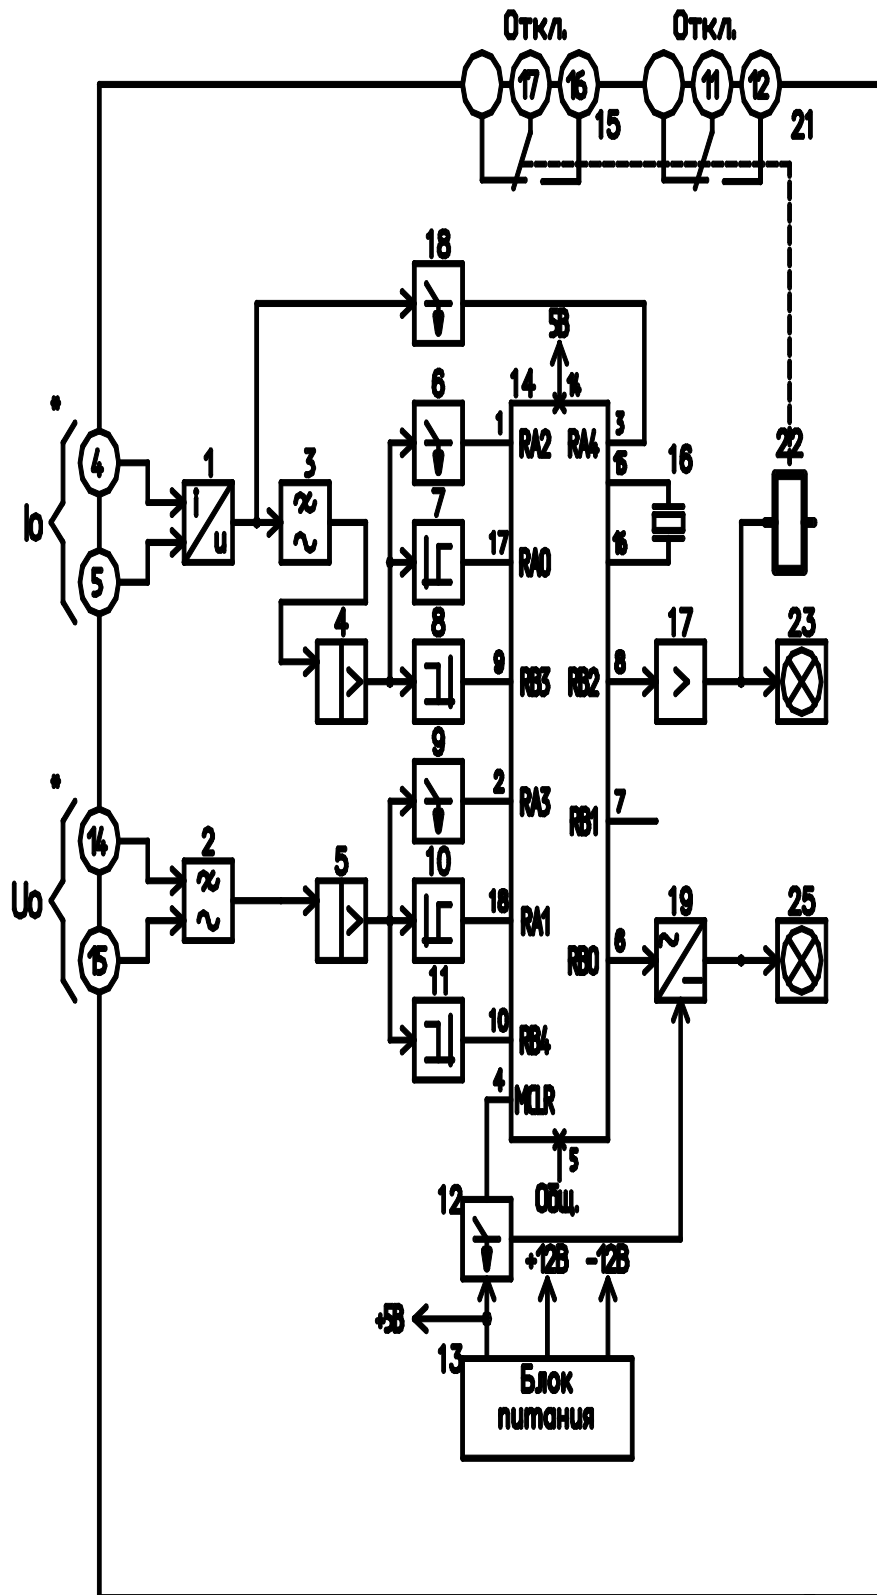

Рис.1.
8.3. Функциональная электронная часть реле показана на рис.1. Сигнал с ТТНП попадает на преобразователь тока в напряжение 1, далее на фильтр низких частот 3 и затем на усилитель 4. Сигнал  $U_0$  также проходит через фильтр низких частот 2 на усилитель 5. Далее сигнал тока попадает на элемент 6, а сигнал ННП на элемент 9. На выходах указанных элементов сигналы появляются в виде меандра.
- 1) Уменьшение количества повреждений изоляции всех видов, так как снижается длительность перенапряжений в сети при различных переходных процессах, Рис.1;
- 3) Сеть электроснабжения приобретает устойчивость свойственную сети с заземленной нейтралью к автоколебаниям напряжений  $U_0$  относительно «земли», Рис.1;